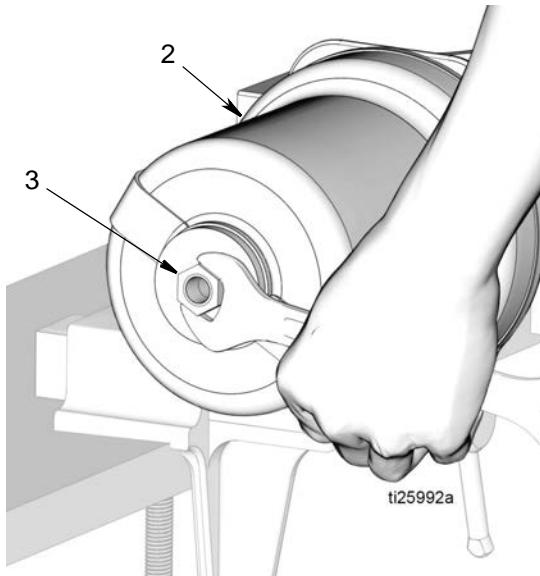

图 53
- e. 将活塞防松螺母 (3) 拧入气缸 (2) 顶部, 如 图 53 所示。用扳手拧紧螺母。用 15-17 磅英尺 (20.3-23.1 N•m) 的扭力拧紧。